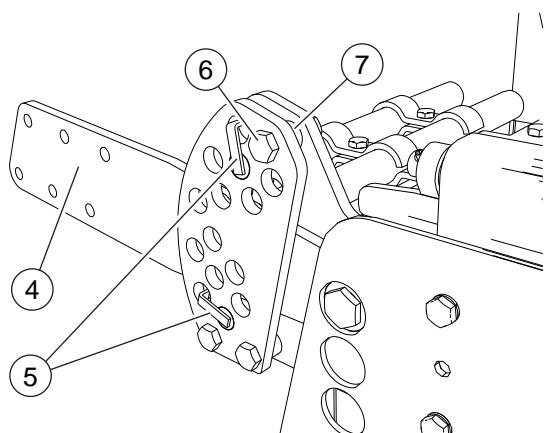

FIG. 11
- Desenroscar las tuercas (6, "Fig. 11"). Quitar el distanciador (7). Remover el pasador y el perno superior (5). Bajar el brazo (4) hasta que apoye sobre el perno inferior (5). Insertar el perno superior (5) en el primer agujero libre sobre el brazo. Cerrar los pernos con el pasador.